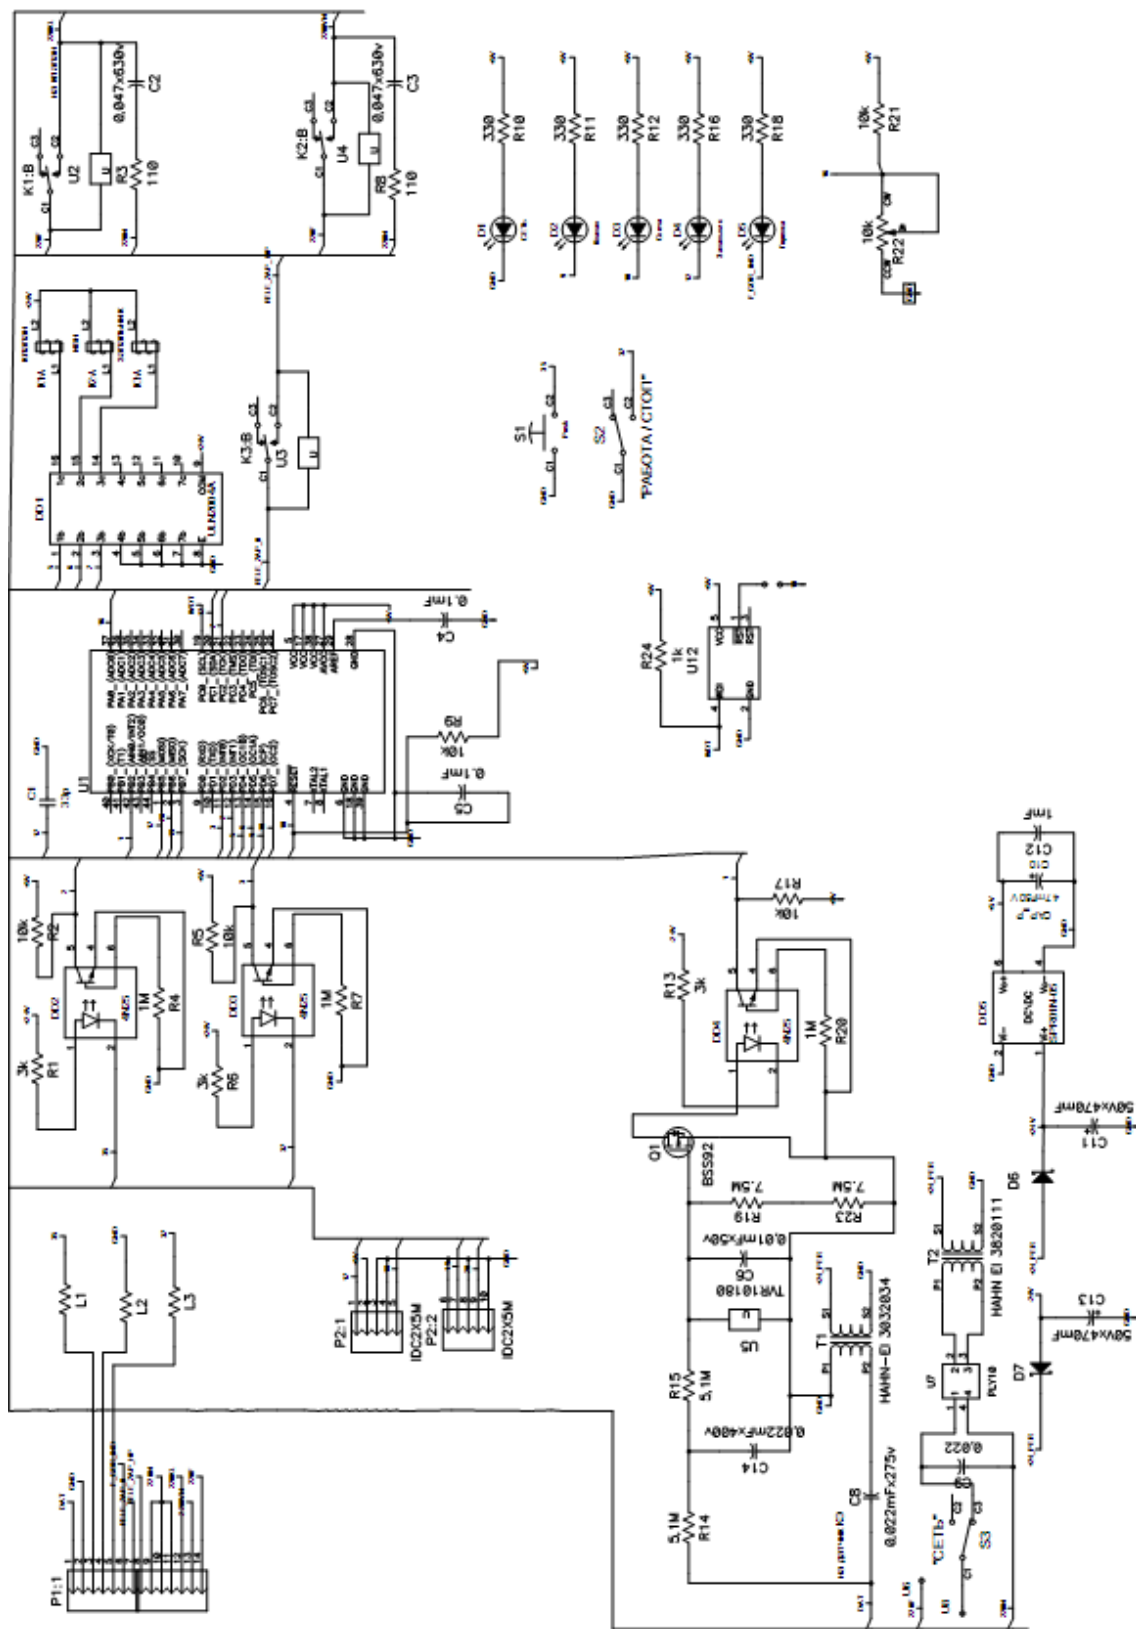
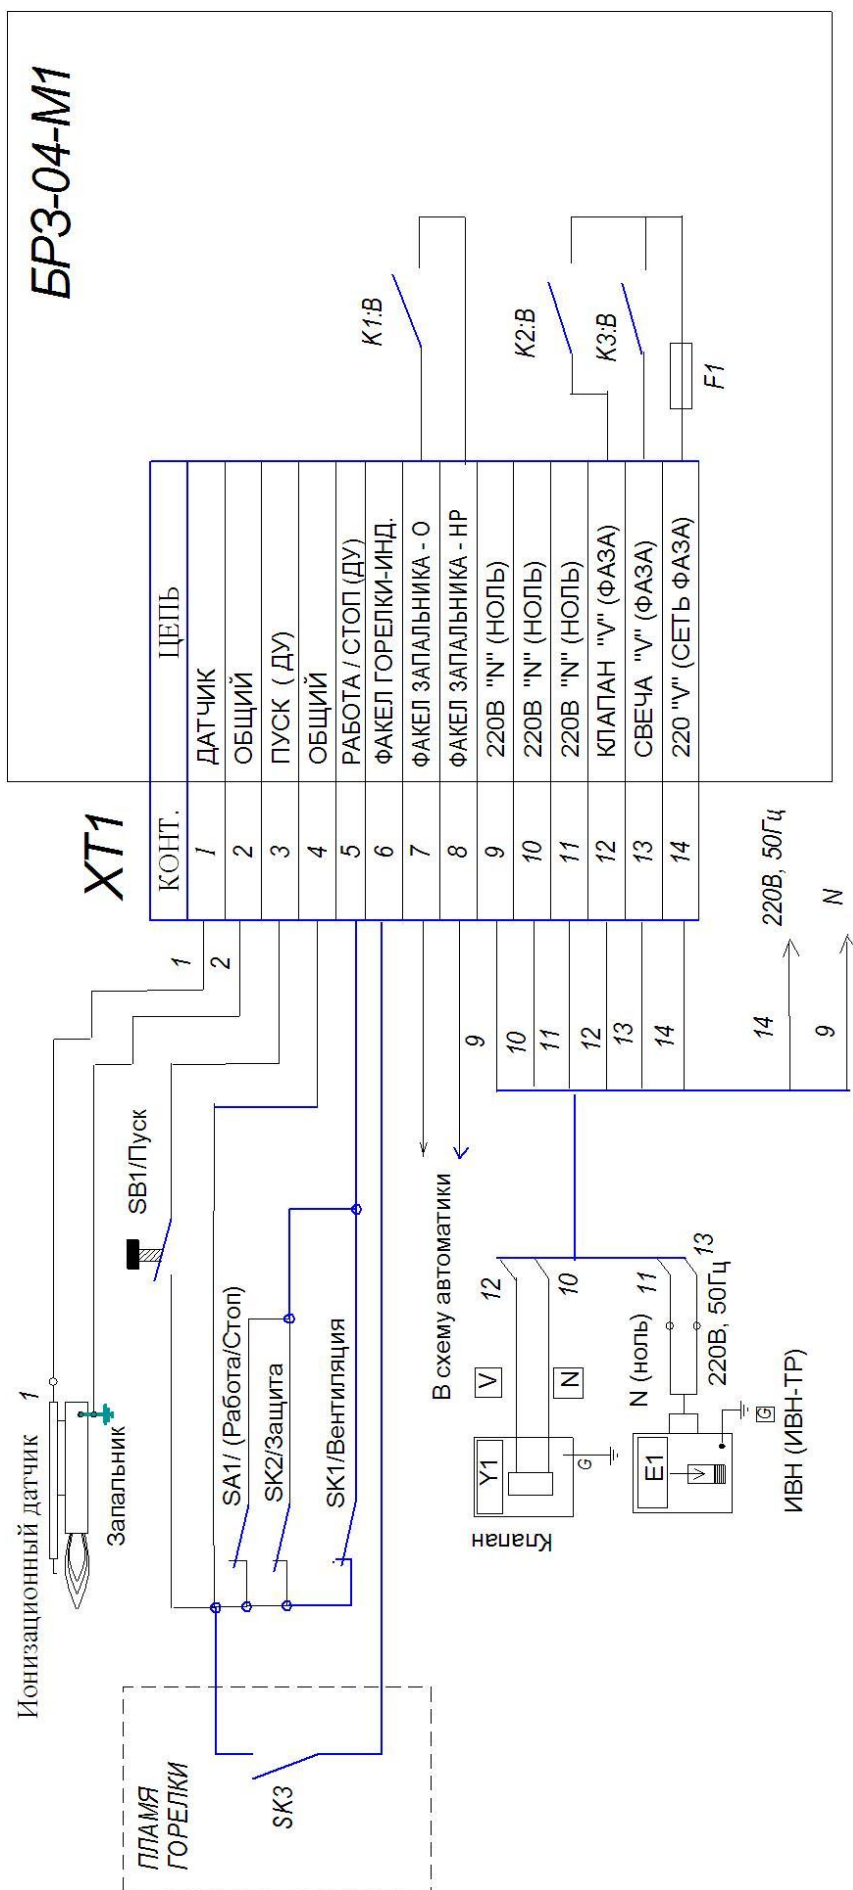

Рис. 2 Блок БР3-04-М1. Схема электрическая принципиальная.
Рис.3..Схема внешних соединений блока БРЗ-04-М1.
4.2. Принципиальная электрическая схема прибора приведена на рис. 2, типовая схема подключения внешних цепей – на рис.3.
При наличии разрешающих розжиг внешних сигналов (см. рис.3):
Для дистанционного выключения запальника тумблер SA1 «РАБОТА/СТОП» переведите в положение «СТОП» (замкнутое положение SA1, см.рис.3).
5.6 Подключение внешних электрических цепей производить согласно проекта, составленному на основе типовой схемы подключения рис. 3.